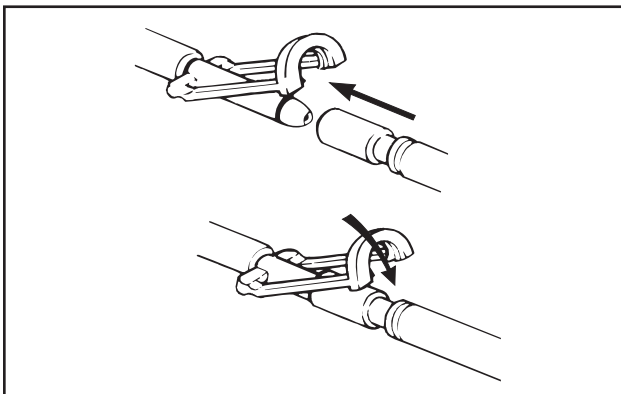

Figure 6—Raccord Clik-Tite
- Fixer les deux raccords Clik-Tite (fig. 6 ci-dessous) du tuyau de raccord à la couverture. Introduire le raccord mâle dans le raccord femelle. Une fois les raccords complètement introduits, encliqueter la bague de verrouillage pour en garantir le blocage.